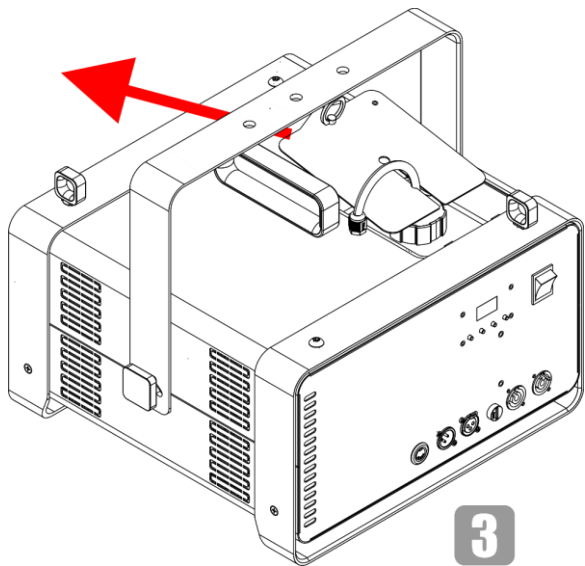

Fig. 23
- 03) Extraiga la tapa de servicio como se indica en la Fig. 23.